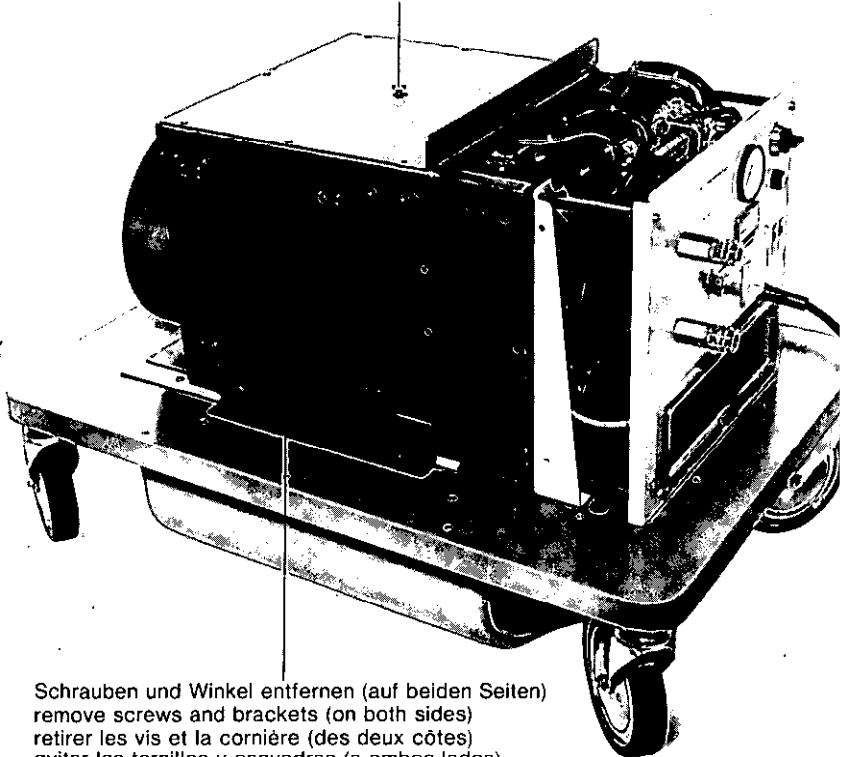

Abb. 3 / Fig. 3
- Transportsicherungen lösen bzw. entfernen (s. Abb. 3).